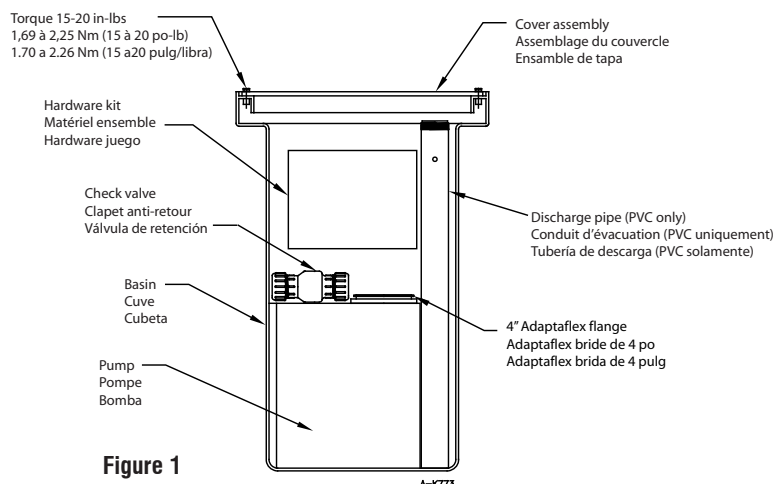
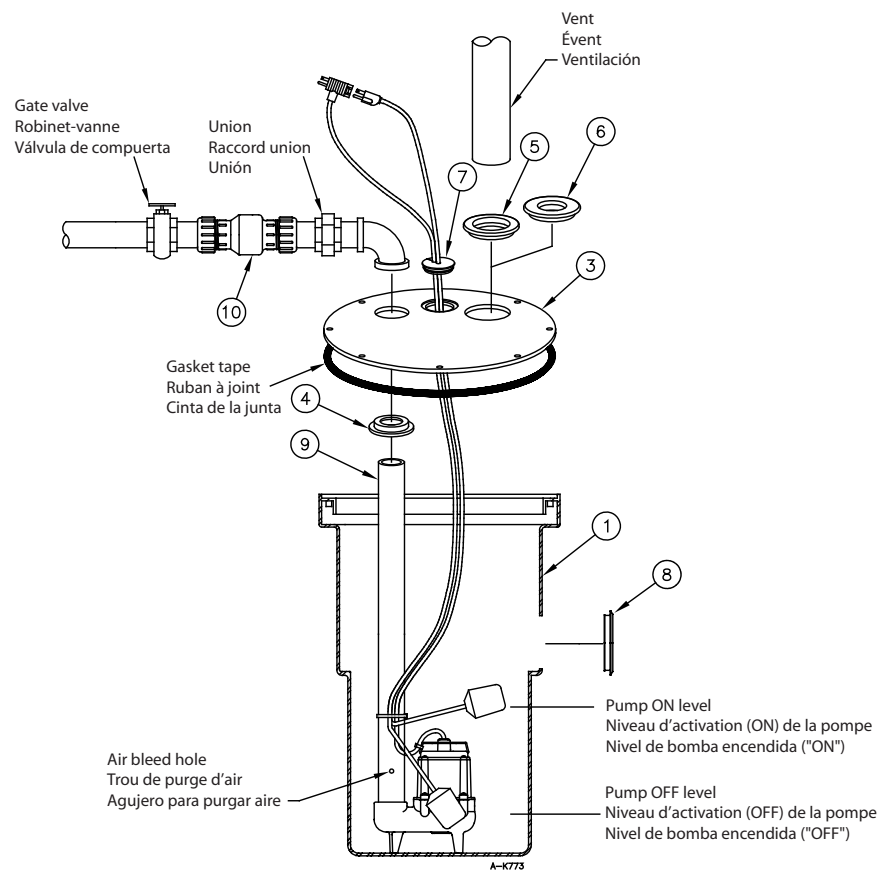

Figure 1
Figure 2*
Refer to Figure 1, Figure 2, and the following instructions to assemble your WCSS50. Verify all parts with basin and cover assemblies are received intact. The selected discharge and vent size will determine which flanges to use. The flanges provided will allow the following vent/discharge combinations to be used:
NOTE: The cover has three prefabricated holes, one to fit the 2-hole cord grommet, one to fit the 2" flange, and one to fit the 3" flange or 3" to 2" reducer flange (Figure 2). Remove proper flanges from the hardware kit to accommodate the vent/discharge combination used.
8. Install the 4" Adaptaflex flange provided in the hardware kit onto the intake. See Figure 2 to complete typical installation.
Consulter la figure 1 et les instructions suivantes pour assembler le WCSS50. Vérifier que toutes les pièces accompagnant la cuve et le couvercle sont intactes. La taille de l'évacuation et de l'évent détermine les brides des soufflets qui seront utilisées. Les brides des soufflets fournies permettent les combinaisons suivantes d'évacuation et d'évent :
REMARQUE : Le couvercle comporte trois trous; un pour l'œillet de cordon à 2 trous, un pour la bride des soufflets de 51 mm (2 po) et un pour la bride des soufflets de 76 mm (3 po) ou le raccord de réduction de la bride des soufflets de 76 mm à 51 mm (3 po à 2 po) (Figure 2). Retirer les brides des soufflets appropriées de la trousse de visserie selon la combinaison évacuation / évent utilisée.
8. Installer une bride des soufflets Adaptaflex de 101 mm (4 po) fournie dans la trousse de visserie. Voir la figure 2 pour effectuer une installation typique.